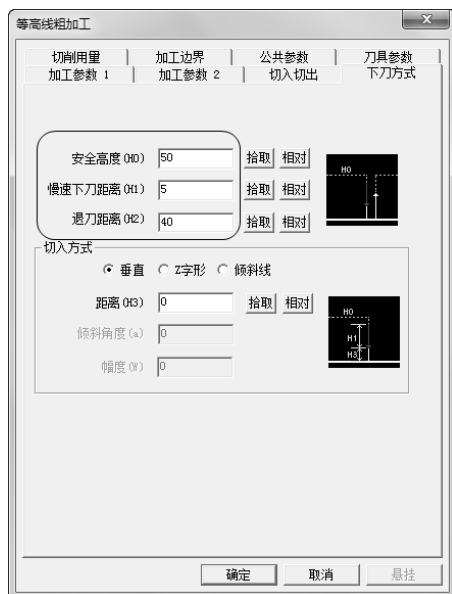

图 5-10 “下刀方式”选项卡
4) 单击“下刀方式”选项卡，设置“切入方式”为“垂直”。具体“安全高度”、“慢速下刀距离”、“退刀距离”、“距离”参数数值如图 5-10 所示。